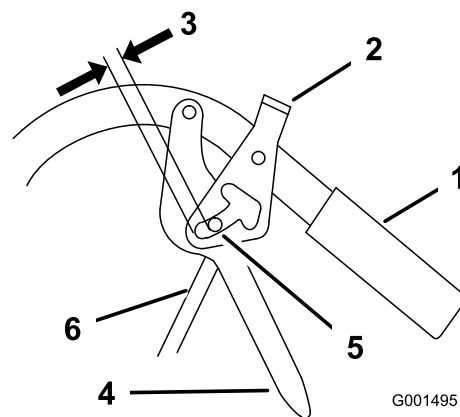

Figure 46
2. Ajustez la longueur de la tige de commande en visant ou dévissant la tige pour obtenir un écartement de 5 à 6 mm (3/16 à 1/4") entre la tige et le bas du verrou de point mort/frein de stationnement (Figure 46).
3. Montez la tige de commande sur le levier de déplacement et le verrou de point mort/frein de stationnement. Fixez la tige avec un axe de chape et une goupille fendue (Figure 46).